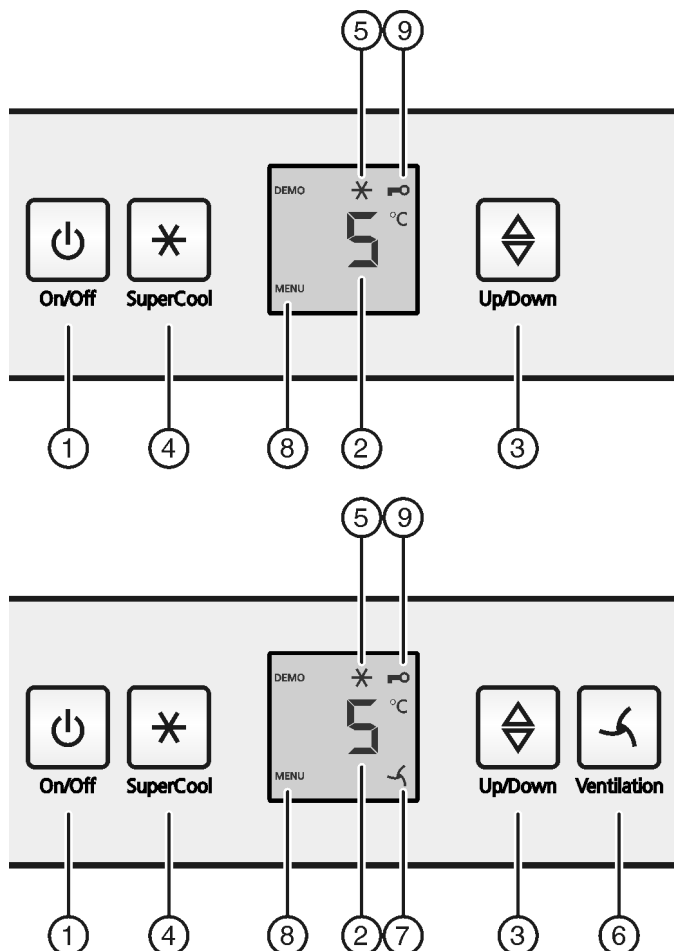

Fig. 2
- Нажать кнопку On/Off Fig. 2 (1).
- Нажмите кнопку «SuperCool» Fig. 2 (4) и удерживайте ее прим. 5 секунд.
- ▷ На индикаторе будет отображаться символ «Меню» Fig. 2 (8).
- Для подтверждения нажать и отпустить кнопку «SuperCool» Fig. 2 (4).
- ▷ На индикаторе горит символ «Защита от детей» Fig. 2 (9).
- Нажать и отпустить кнопку «On/Off» Fig. 2 (1).
- ▶ Активация модуля регулировки температуры: нажмите кнопку настройки Fig. 2 (3).
- ▶ Температуру меняйте ступенями по 1 °C: нажимайте кнопку настройки Fig. 2 (3) до тех пор, пока на индикаторе температуры не будет высвечена требуемая температура.
- ▶ Коротко нажмите кнопку SuperCool Fig. 2 (4).
- ▷ На индикации горит символ SuperCool Fig. 2 (5).
- ▷ Символ SuperCool Fig. 2 (5) на индикации гаснет.
- ▶ Коротко нажмите кнопку "Вентиляция" Fig. 2 (6).
- ▷ Символ Вентиляция Fig. 2 (7) горит.
- ▷ Символ Вентиляция Fig. 2 (7) не горит.